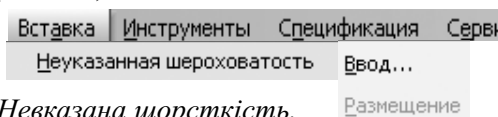

Рис.5.43. Виклик команди *Невказана шорсткість*.
5.2.13. Невказана шорсткість. Позначення невказаної шорсткості, що розташовується в правому верхньому кутку кресленика, виконується функцією **Неуказанная шероховатость**. Ця функція викликається з меню **Вставка** (рис.5.43).